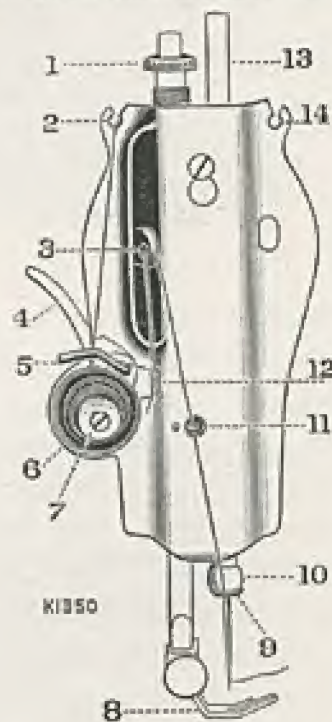
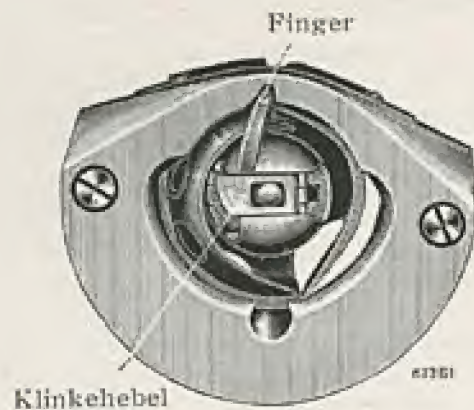

Fig. 3
Fig. 4
(Siehe Fig. 3.)
Man drehe das Schwungrad gegen sich, bis der Fadenanzugshebel seinen höchsten Punkt erreicht hat (3, Fig. 3) ziehe den Schieber der Hauptplatte der Maschine mit Daumen und Zeigefinger der linken Hand, hebe den Klinkehebel (siehe Fig. 4) und ziehe die Spulenhülse heraus.
oben, an der vordern Kante der Frontplatte befindliche Kerbe (14, Fig. 3) dann von unten durch die untere Kerbe (5) der Spulenfadensführung in die Kerbe (2) am obern Ende der Führung und hierauf von innen durch das links in der Spulenflantsche befindliche Loch, stosse mit der linken Hand festhaltend, die Spule auf die Spindel (1) und während man mit der rechten Hand die kleine Scheibe (6) dreht, bis der Anhaltstift der Spulenspindel in das Loch, rechts, der Spule eingreift. Nun drückt man den Spuler gegen die Schwungradflantsche bis die Klinke einschnappt und ihn nach unten festhält.
Nach dem Einfädeln, nehme man die Hülse an dem Klinkehebel mit Daumen und Zeigefinger der linken Hand und stecke sie auf den Mittelstift des Schiffchenkörpers, mit dem Stellfinger nach oben in den Einschnitt der Schiffchenbahn wie Fig. 4 zeigt; nachher den Klinkehebel los lassen, die Spulenhülse hinein drücken bis der Klinkehebel beim Einschnitt am Ende der Mittelstift aufliegt.
Für gewöhnliche Näharbeiten braucht der Presserdruck selten verändert zu werden. Beim Nähen von feiner Seide oder leicht gewobenen Stoffen wird der Druck verringert durch 2 oder 3 Drehungen nach oben (links) der Knopfschraube (1, Fig. 3). Um den Druck zu verstärken drehe man die Schraube 2 oder 3 Mal nach unten (rechts).
Die Fadenanzugsfeder (12, Fig. 3) ist zerbrochen.
Schlingenbildung des Stiches.—Dies wird durch die Spannungen reguliert (siehe Seite 11). Es ist darauf zu achten dass die Spulenhülse und die Nadel richtig eingefädelt sind und dass der Faden von guter Qualität und entsprechender Stärke für die Nadel ist (siehe das Verzeichnis am Ende des Heftes). Nachsehen ob Feder (12, Fig. 3) nicht gebrochen ist.